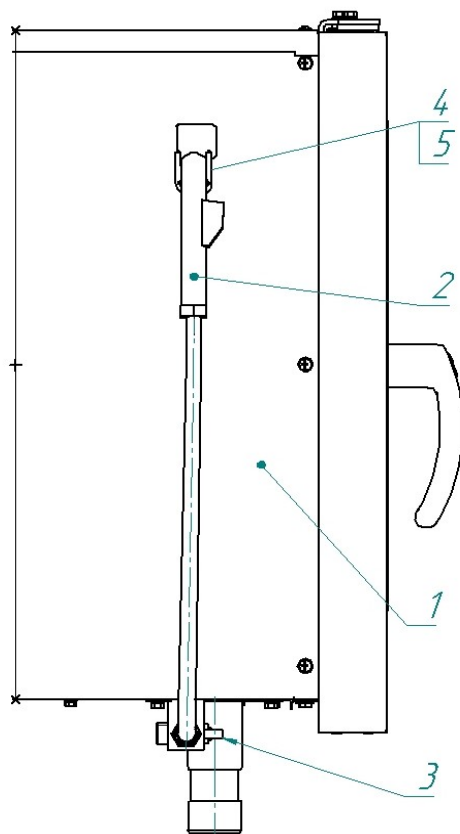

Рис. 5 Схема подключения душевого устройства
Собрать душевое устройство. На правую облицовку (рис.5 поз.1) установить кронштейн (рис.5 поз.4) и закрепить винтами (рис.5 поз.5). Подключить шланг душевого устройства (рис.5 поз.2) к крану (рис.5 поз.3). Установить ручку крана в положение «**ОТКРЫТО**» и визуальное проконтролировать отсутствие течи в местах соединений. Проверить работу душевого устройства.
**При долгом пребывании пароконвектомата в нерабочем состоянии, хранении или транспортировании при температуре окружающей среды ниже 0°C рекомендуется слить воду из парогенератора (см. раздел 6 настоящего руководства) и перекрыть кран (рис.5 поз.3) душевого устройства**